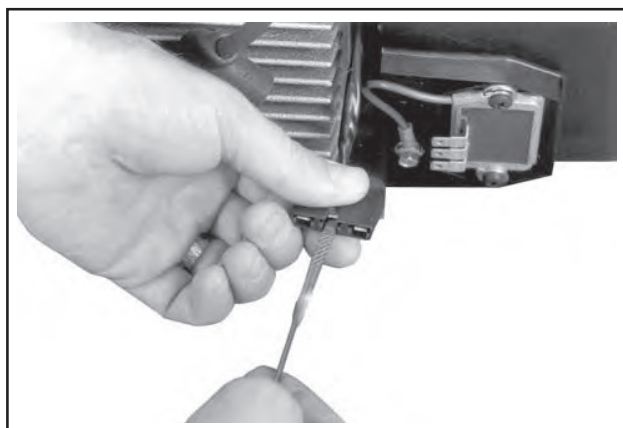

Abbildung 9-32. Das Kabel B+ von der Klemme entfernen.
2. Die Spitze des Messstabs oder ein ähnliches kleines und flaches Werkzeug benutzen, um die Sperrlasche aufzubiegen. Danach den Anschluss B+ (mittleres Kabel) von der Klemme entfernen, wie in Abbildung 9-32 gezeigt. Dadurch kann das Lüftergehäuse entfernt werden, ohne dass Eingriffe an der Verkabelung nötig sind.